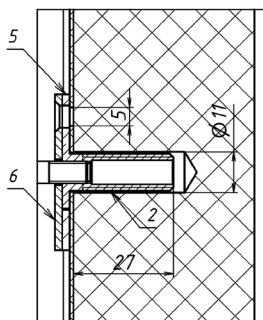

Рисунок 3
2.3 При монтаже якоря без сверления полотна двери насквозь применяют фиксатор (5) и упор (6) (рисунок 3). Для крепления упора, фиксатора, кожуха и болта М10 на полотне двери используются саморезы (в комплект